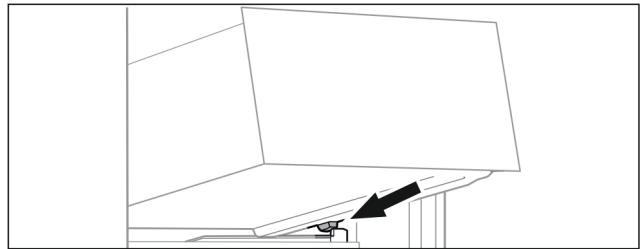

Fig. 135
- ▶ Schubfach schräg hinter den Stoppern auf Behälterrippe aufsetzen. (siehe Fig. 135)